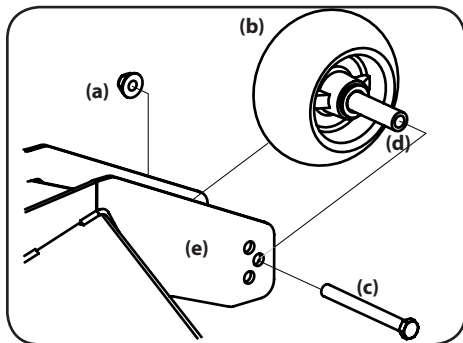

Figure 4-10
2. Retirez l'écrou autobloquant (a) qui sert à retenir la roue de jauge avant (b) au plateau de coupe. Enlevez la roue de jauge avant (b), le boulon (c) et l'entretoise (d). Voir Figure 4-10.